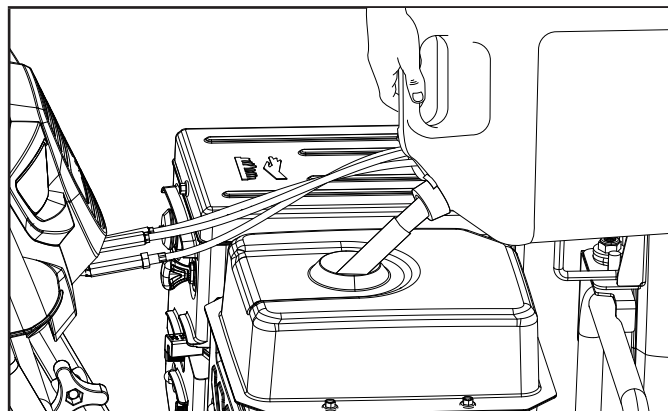

Figure 8
2. Ajoutez de l'essence jusqu'au bas du repère du niveau d'essence, dans le col du réservoir d'essence. Ne mettez pas trop d'essence. Essayez l'essence renversée avant de démarrer la souffleuse à neige. Capacité du réservoir d'essence : 5,8 L (1,5 gal.). (figure 8)